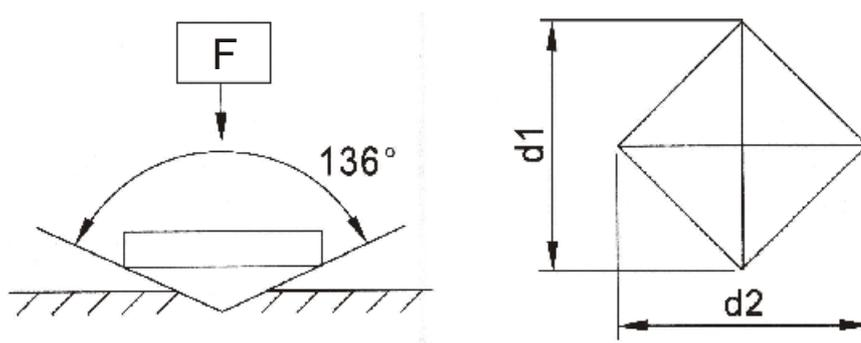

图 5
4.1 维氏硬度的试验方法是 将一个相对面夹角为 136° 的正四棱锥体金刚石压头以选定的试验力压入试样表面，经规定保持时间后（试验力保持时间为 $10\sim 15$ 秒），卸除试验力，用数显测微目镜测量压痕两对角线长度 d_1 和 d_2 即可获得硬度值（图 5）